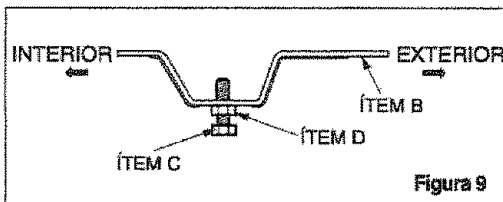

Figura 9
**7** Monte sin apretar el soporte de antepecho usando las piezas indicadas en la Figura 9.